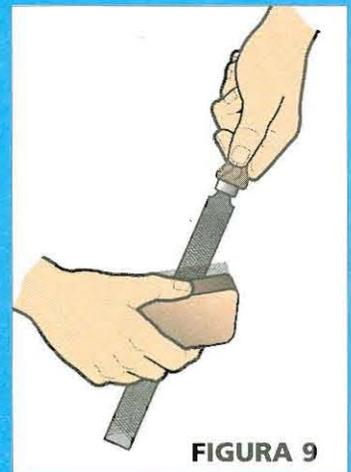

FIGURA 9
10. La limpieza de las limas es un factor importante para su conservación: para quitar las limaduras que quedan agarradas entre los dientes se usan cepillos de acero llamados cardas (figura 9) Si las limaduras son de madera o cuero, por ejemplo, puede sumergir la herramienta en agua caliente, de modo que las limaduras se hinchen y puedan ser removidas fácilmente.